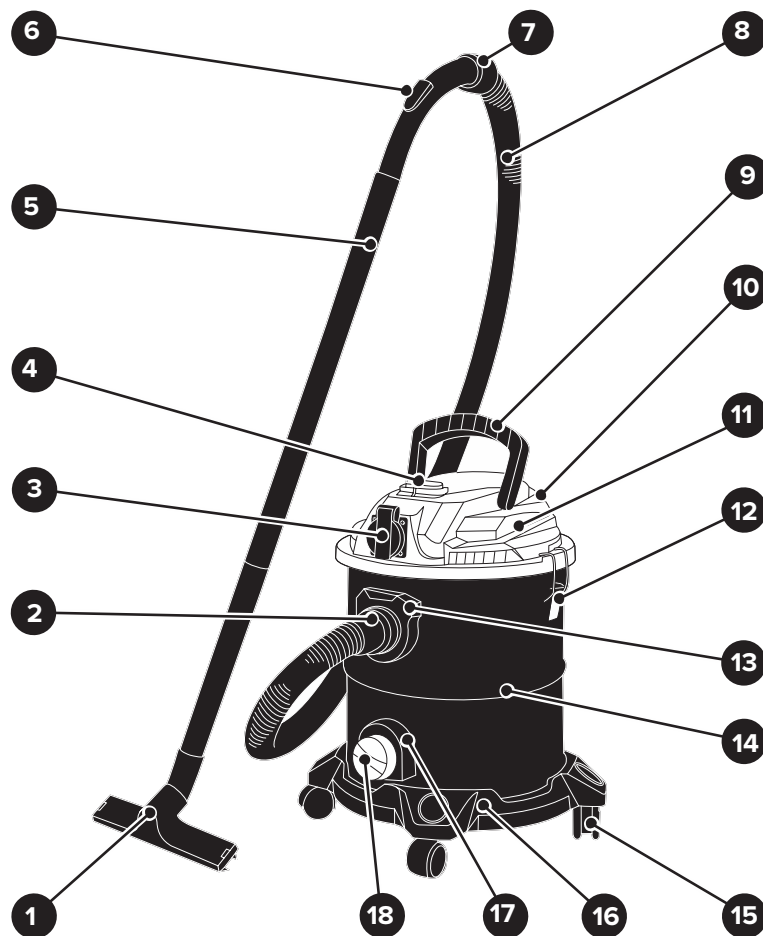

Рисунок 1 — Общий вид пылесоса
- Разблокируйте защелки замков 12 с обеих сторон пылесоса и за ручку 9 снимите блок электродвигателя 11 (см. рис. 1 и схему сборки).
- Снимите фильтр-мешок бумажный (см. рис. 1, схему сборки и табл. 2) с патрубка во внутренней полости бака 14. В случае заполнения фильтр-мешка замените его.
- Проверьте правильность сборки пылесоса (см. рис. 1 и схему сборки).
- Вращательным движением раструб 2 шланга гофрированного 8 установите во фланец воздушодувный, и зафиксируйте его (см. рис. 1 и схему сборки).
- Если длины шланга гофрированного 8 недостаточно, например: при уборке потолка и стен, присоедините к патрубку 7 удлинители 5 (см. рис. 1), и установите насадку щелевую, или насадку для уборки пола 1, или щетку круглую (см. схему сборки и табл. 2).
- На блоке электродвигателя 11 установлена розетка 3 для подключения электроинструмента (см. рис. 1 и схему сборки).
- После установки соответствующего фильтра, за ручку 9 установите блок электродвигателя 11 на бак 14 (см. рис. 1). С помощью защелок заблокируйте замки 12.
- Вращательным движением раструб 2 шланга гофрированного 8 установите во фланец для подключения 13 (см. рис. 1). Установку произведите так, чтобы замок (выступ) на раструбе 2 вошел в фиксирующий паз фланца для подключения 13.
- **ВНИМАНИЕ!** Перед началом работы с пылесосом внимательно изучите порядок действий с переключателем трехпозиционным 4 (см. рис. 1):
2 и рис. 1): шланг гофрированный 8, удлинители 5, щелевая насадка, насадка для уборки пола 1, щетка круглая, переходник ступенчатый для подключения к пылеотводящему патрубку электроинструмента и другие детали.
- Потяните на себя защелки замков 12 с обеих сторон бака 14 (см. рис. 1 и схему сборки) и откройте замки. За ручку 9 снимите блок электродвигателя 11. Если в баке 14 лежат принадлежности и комплектующие детали пылесоса, то необходимо вынуть их.
- Переверните бак 14 дном вверх. Установите колеса поворотные 15 (см. рис. 1 и схему сборки) в основание 16. Для этого вставьте до упора оси поворотных колес 15 в специальные отверстия в нижней части основания 16, и закрепите их.